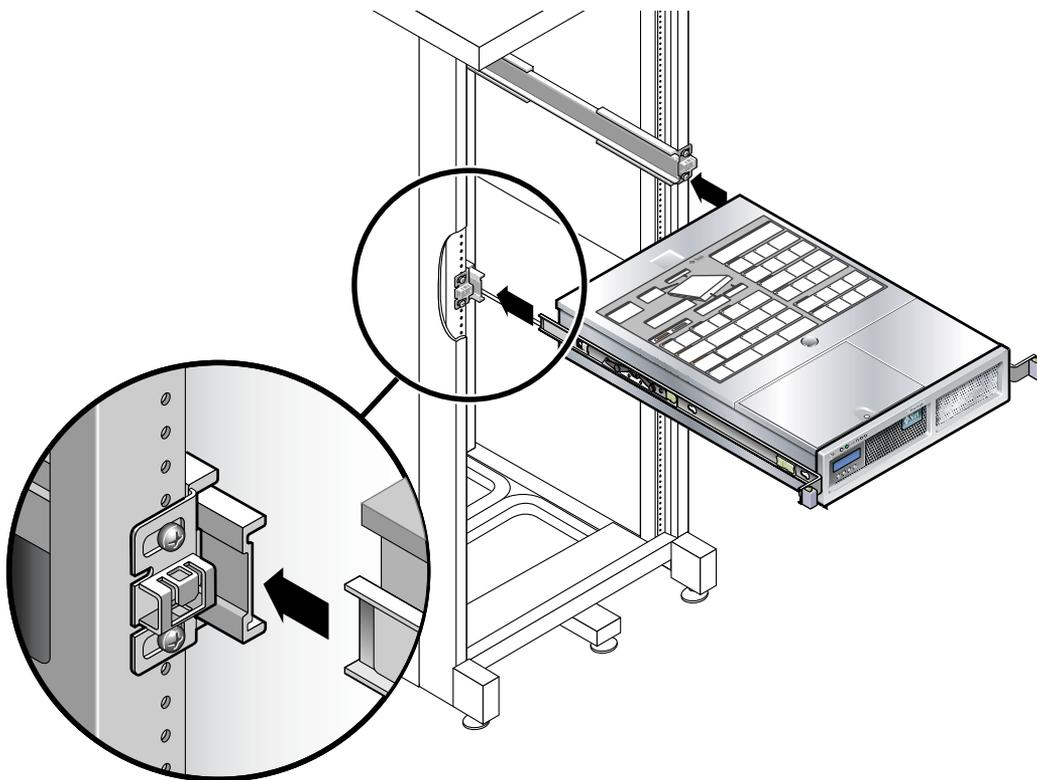

図 2-17 スライドレールへのシャーシの取り付け
10. 固定部品の端をスライドレールに差し込みます (図 2-17)。